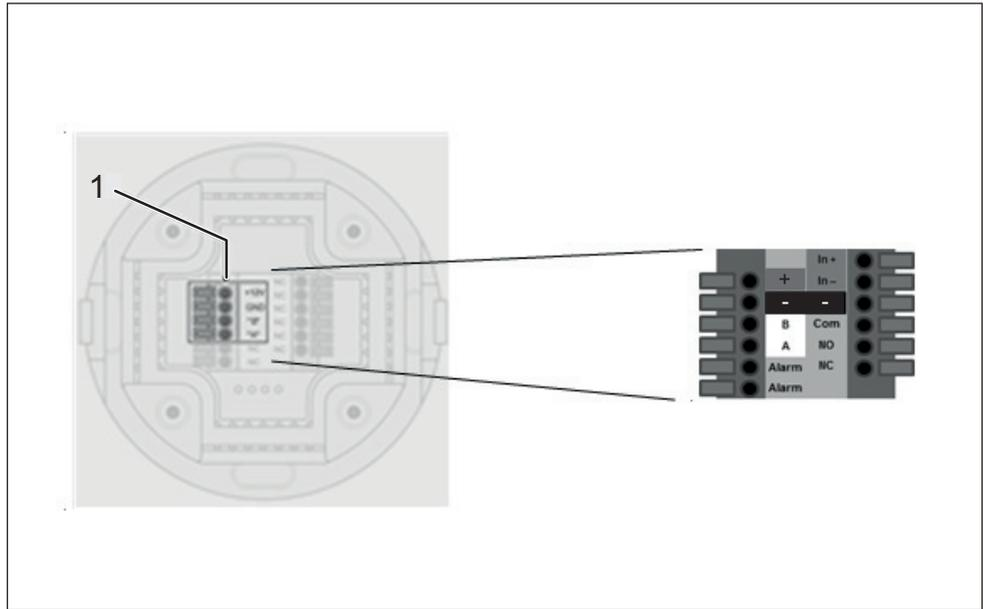

Fig. 10: Grampos de ligação do terminal na traseira
3. Ligue os cabos de ligação aos cliques (fig. 10/1) do leitor.